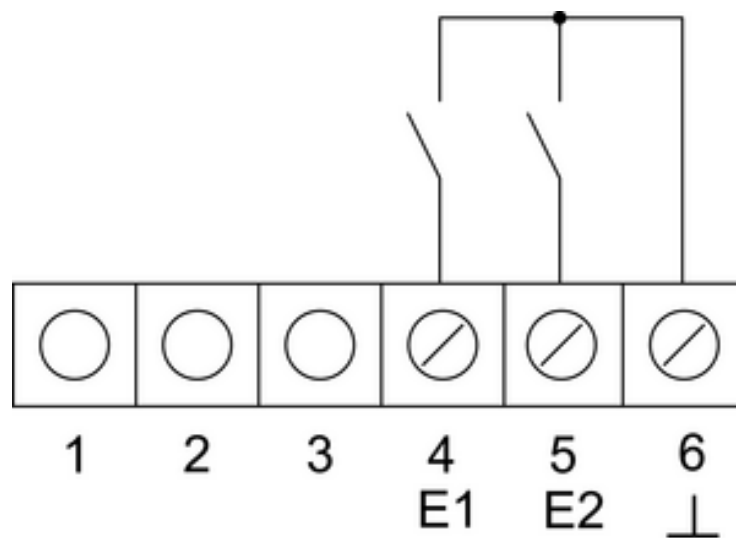

Figura 3: Conexión de las entradas binarias
- Quitar la tapa (4).
- Separar el mecanismo de bornes (1) del módulo electrónico (3).
- Conectar la línea de bus al borne de conexión (9) del mecanismo de bornes.
- Entradas binarias: conectar los contactos de ventana, los contactos de cierre o los contactos normalmente cerrados a los bornes 4, 5 y 6 de la regleta de conexiones (8) (figura 3).
- Insertar el mecanismo de bornes (1) en la caja de mecanismos. Observar que la inscripción **OBEN / TOP** quede arriba. La conexión de bus debe quedar abajo a la derecha.
- Colocar el marco de diseño (2) sobre el mecanismo de bornes (1).
- Colocar el módulo electrónico (3) en la posición correcta en el mecanismo de bornes.